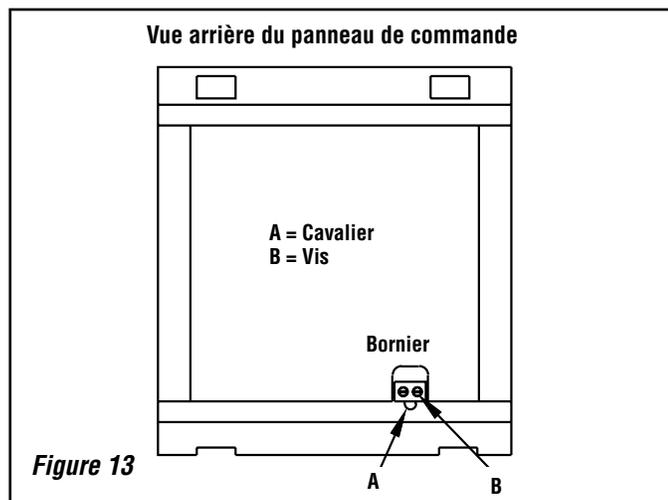

Figure 13
1. Débrancher le poêle encastrable de la prise électrique. Ouvrir la porte latérale droite et soulever le panneau de commande de ses supports. Localiser le bornier vert clair en bas et à l'arrière du panneau de commande (voir **figure 13**) ; desserrer les deux vis B à l'arrière du bornier et retirer le cavalier en U (A) sortant du bornier.